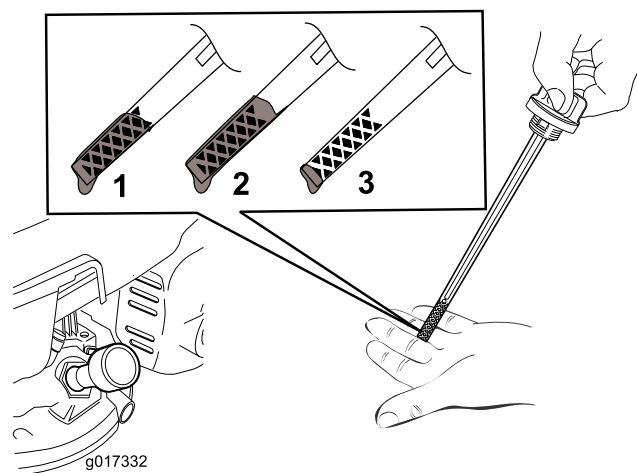

Figura 7
2. Retire la varilla (Figura 7).
Nota: Llene el cárter del motor con aceite hasta que la varilla indique que el nivel del aceite del motor es correcto, según se muestra en Figura 7. Si usted llena demasiado el motor, vacíe el exceso de aceite según se indica en Cómo cambiar el aceite del motor \(página 17\).